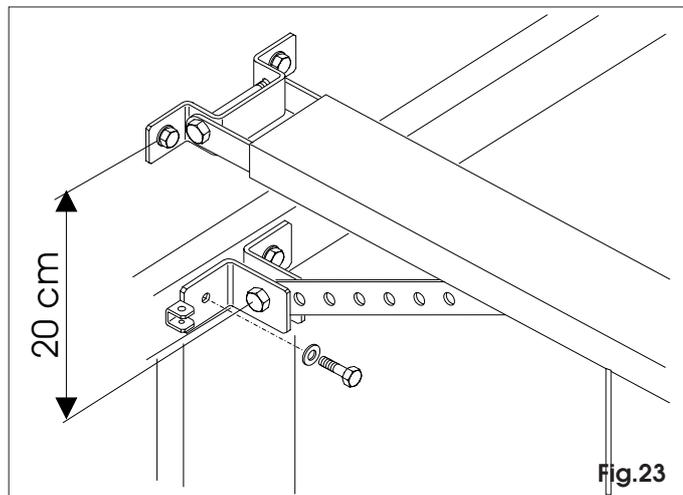

Fig.23
**N.B.: La distanza tra staffa asta di trascinamento e staffa binario di scorrimento non deve superare i 20cm (max 30°) (fig.23).**
7.22 Accertata la posizione, forare e fissare con viti adeguate (fig.23).